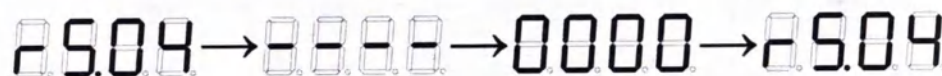

Рисунок 12.9. Индикация в подменю поканального сброса времени наработки ламп (например, лампы №4)
10.9.3. Выбор номера лампы (канала счётчика) осуществляется при индикации «rS.NN» коротким нажатием кнопки «Select»: rS.01 → rS.02 → rS.03 и т.д. (см. рис. 12.9)